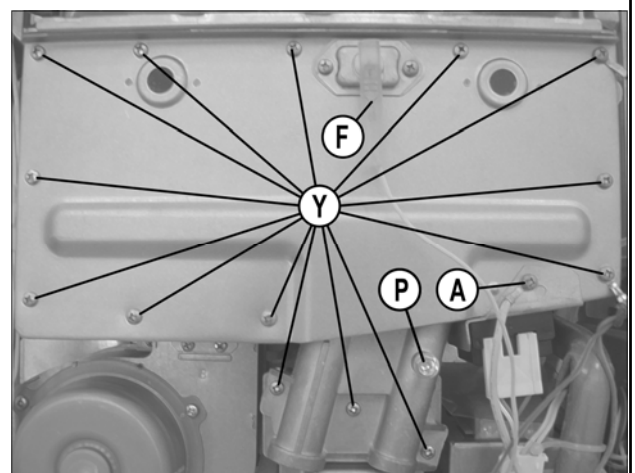

Fig.2
5. Procedere con la sostituzione degli ugelli del collettore di alimentazione del gas tramite i seguenti passaggi (Fig.2):
- rimuovere la vite di fissaggio (A) dello scintillatore;
- scollegare i connettori dell'elettrodo (fianco dx camera di combustione) ed il sensore di fiamma (F);
- rimuovere le viti di fissaggio (Y) del pannello frontale della camera di combustione e del collettore di alimentazione gas;
10. Controllate la pressione del gas sulla presa prelievo (P) (Fig.2 - pag. precedente).
13. Controllate la pressione del gas sulla presa prelievo (P) (Fig.2 - pag. precedente).